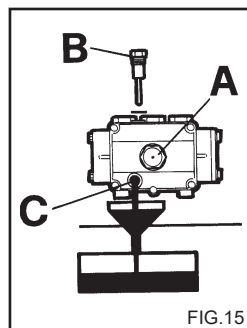

FIG. 15
2) Skruva ur locket med oljesticken (fig. 15).